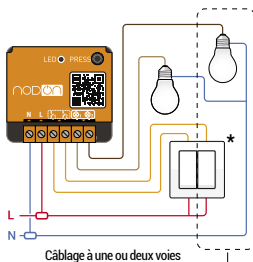

Figure 1
3. Câblez le Module Éclairage ON/OFF selon le schéma en figure 1.